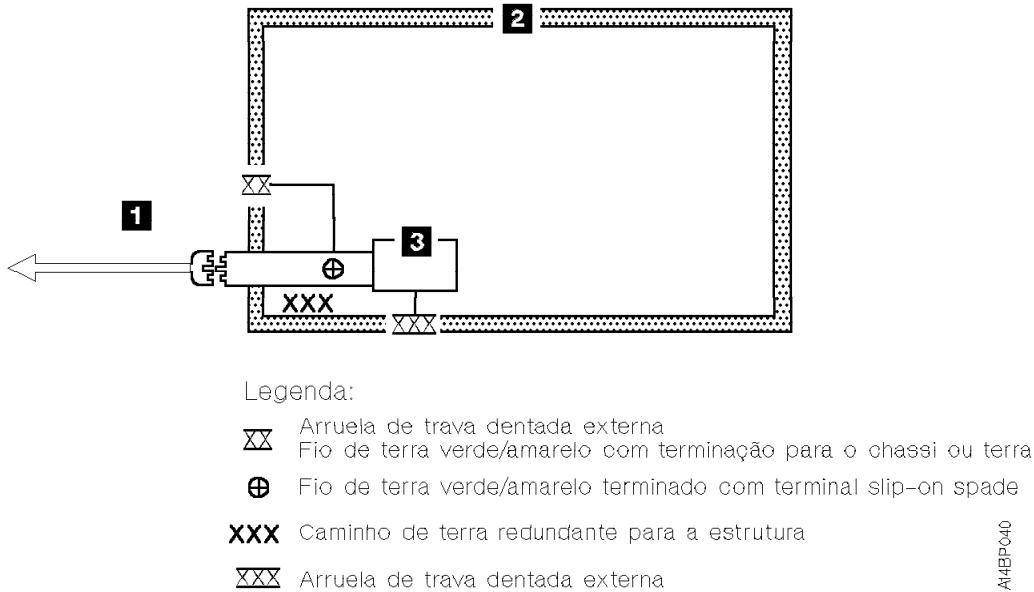

Figure 2-4. Diagrama de Aterramento AC (50 Hz e 60 Hz)
3. Consulte Figure 2-4 on page 2-10. Desconecte o cabo de alimentação **1** da sua fonte.